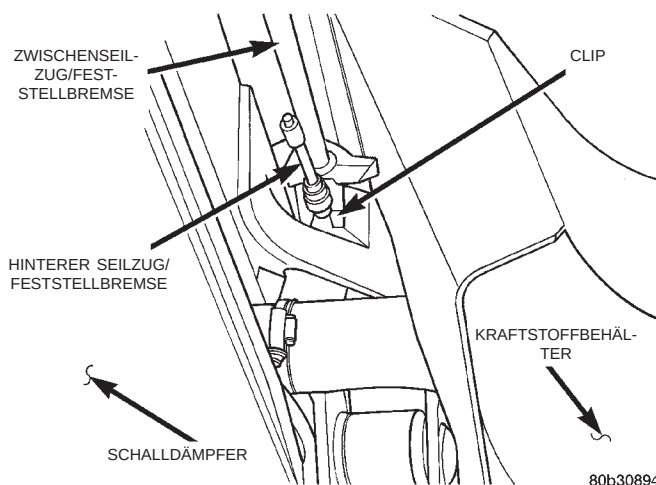

Abb. 31 Hinterer Seilzug der Feststellbremse und Befestigungsclip (links)
(7) Spannvorrichtung vom Zwischenseilzug der Feststellbremse abbauen. Näheres hierzu siehe Kapitel 5, "Bremsen", "Konventionelles Bremssystem".
(8) Spannvorrichtung vom linken hinteren Seilzug der Feststellbremse abbauen. Näheres hierzu siehe Kapitel 5, "Bremsen", "Konventionelles Bremssystem".
(9) Spannvorrichtung vom rechten hinteren Seilzug der Feststellbremse abbauen. Näheres hierzu siehe Kapitel 5, "Bremsen", "Konventionelles Bremssystem".
(10) Die Clips abbauen, mit denen die beiden hinteren Seilzüge der Feststellbremse am Hinterachsträger befestigt sind (Abb. 31).
(3) Clip für den Zwischenseilzug der Feststellbremse an der linken vorderen Ecke des Hinterachsträgers montieren (Abb. 31).
(4) Linken vorderen Querlenker am Hinterachsträger montieren. Schraube mit dem Gewinde von vorn nach hinten durchstecken. Mutter noch nicht aufschrauben und festziehen.
(5) Hinterachsträger anheben, bis er an den Längsträgern anliegt. Die beiden Schrauben an den hinteren Ecken des Hinterachsträgers eindrehen, aber noch nicht vollständig festziehen.
(6) Schalldämpfer anheben und in den drei Auspuffaufhängungen am Hinterachsträger und am hinteren Längsträger einhängen.
(7) Getriebewagenheber unter dem Schalldämpfer entfernen.
(8) Die Schraube eindrehen und festziehen, mit der der Kraftstoff-Einfüllstutzen am linken Längsträger befestigt wird.
(9) Hintere Seilzüge der Feststellbremse in die Bohrungen am Hinterachsträger montieren (Abb. 31).
(10) Die Clips einbauen, mit denen die beiden hinteren Seilzüge der Feststellbremse am Hinterachsträger befestigt werden (Abb. 31).
(11) Rechten hinteren Seilzug mit dem Zwischenseilzug der Feststellbremse verbinden.
(12) Spannvorrichtung am linken hinteren Seilzug der Feststellbremse anbauen.
(13) Spannvorrichtung am Zwischenseilzug der Feststellbremse anbauen. Näheres zur Montage und Einstellung der Seilzüge siehe Kapitel 5, "Bremsen".
(14) Die vier Schrauben einbauen, mit denen die Schellen der Stabilisatorgummilager an den Längsträgern befestigt werden (die beiden hinteren Schrauben dienen gleichzeitig zur Befestigung der vorderen Ecken des Hinterachsträgers). Die beiden vorderen Schrauben der Stabilisatorgummilager mit einem Anzugsmoment von 40 N·m (30 ft. lbs.) festziehen. Die beiden hinteren Schrauben der Stabilisatorgummilager (die gleichzeitig zur Befestigung des Hinterachsträgers dienen) mit einem Anzugsmoment von 100 N·m (75 ft. lbs.) festziehen.